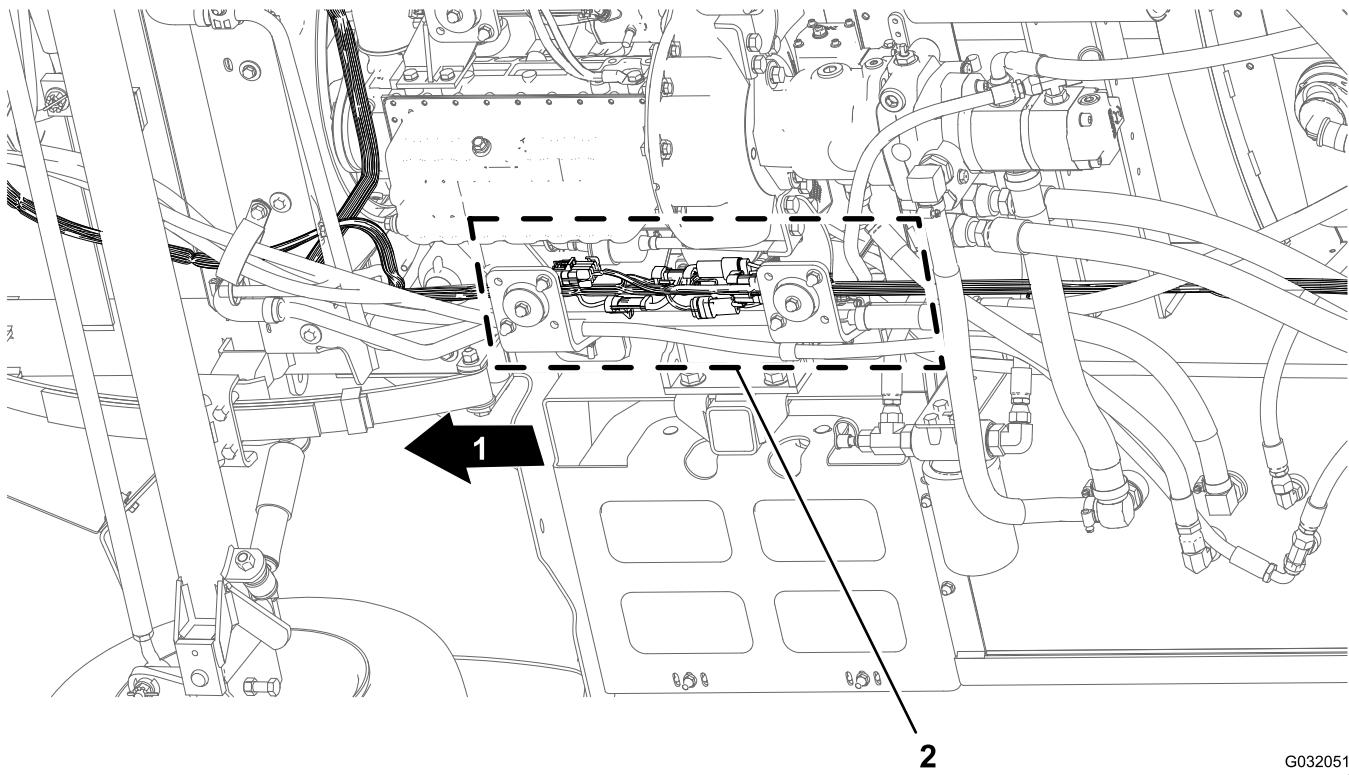

Figura 46
1. Desde debajo de la máquina, en el larguero derecho del bastidor, localice los conectores eléctricos de los arneses de cables delantero y trasero de la máquina (Figura 46).